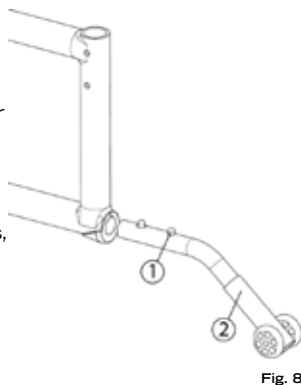

Fig. 8
- Les anti-basculants (Fig. 8) sont conçus pour empêcher le fauteuil roulant de basculer vers l'arrière.
- Pour les retirer ou les positionner vers le haut, appuyez sur le bouton de dégagement (1), retirez ou faites pivoter les anti-basculants (2) ;